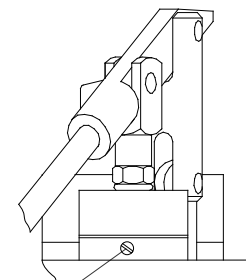

Рис. 8. Узел ручного насоса
9. На ручном насосе открутите *винт* (рис. 8) на пол-борота. Плавно качайте ручным насосом до тех пор пока из под
- открутите винт (рис. 8) на пол-оборота. Плавно качайте ручным насосом до тех пор, пока из под резьбы винта не перестанут выходить пузырьки воздуха. После этого, закрутите винт с небольшим усилием;